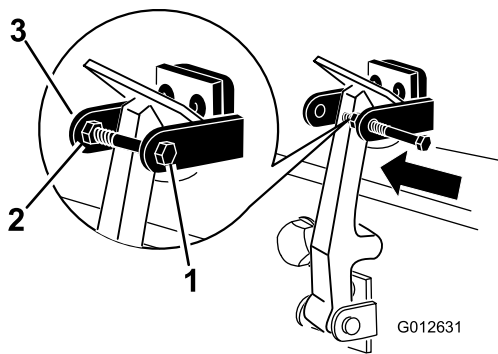

図 9
7. フードロックブラケットのもう一方のアームにボルトを取り付けてラッチを固定する(図9)。ボルトはしっかりと固定するがナットの締め付けは行わないこと。